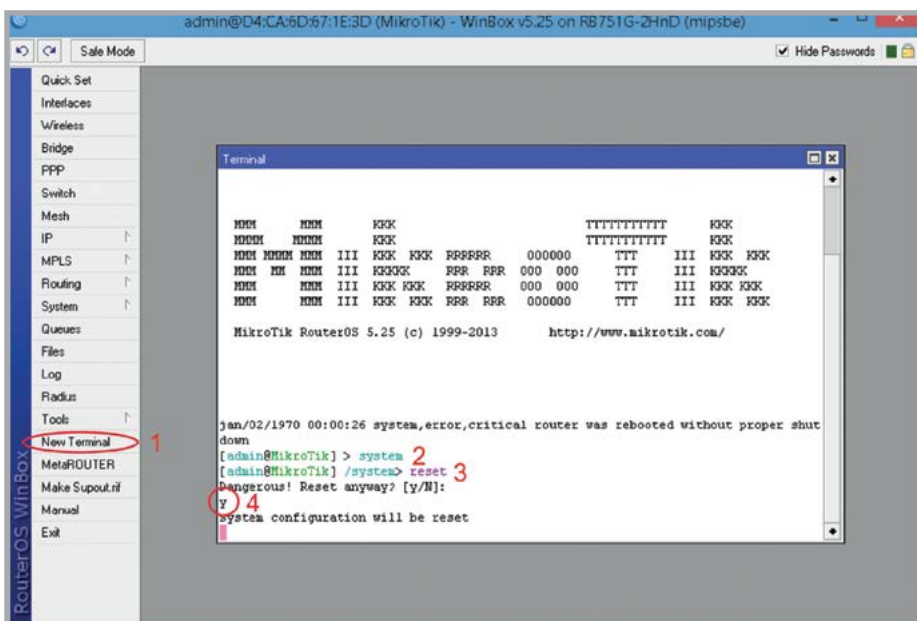

Рис. 6. Сброс настроек
1. Выбираем слева меню **New Terminal** (рис. 6);